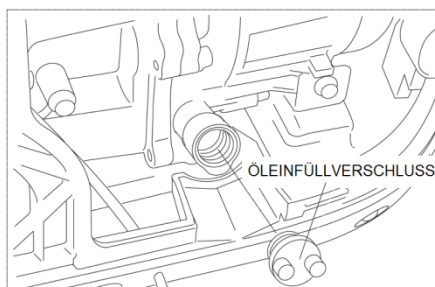

Fig. 13B
2. Entfernen Sie den Öleinfüllverschluss. (Fig. 13B)